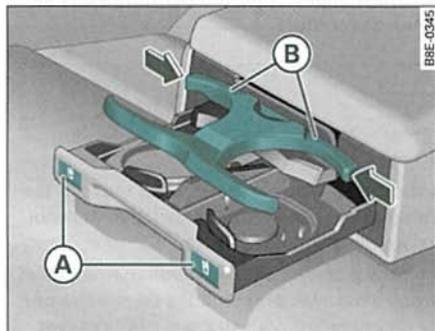

Fig. 112 Portabebidas en el reposabrazos trasero
- Pulse sobre el símbolo (A) ⇒ fig. 112.